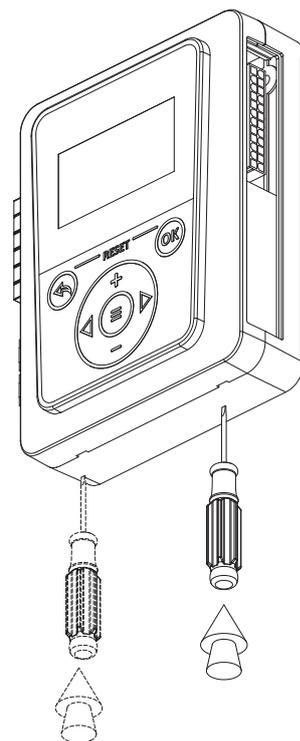

Рис.19 Демонтаж лицевой панели
2. снимите лицевую панель контроллера, ослабив защелки с помощью отвертки (рис.19);